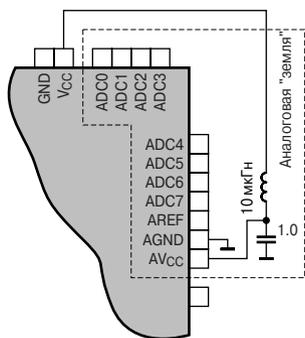

Рис. 2.95. Подключение цепей питания АЦП
- вывод AV_{CC} микроконтроллера должен подключаться к источнику питания V_{CC} через LC -фильтр, как показано на **Рис. 2.95** (расположение выводов показано условно);